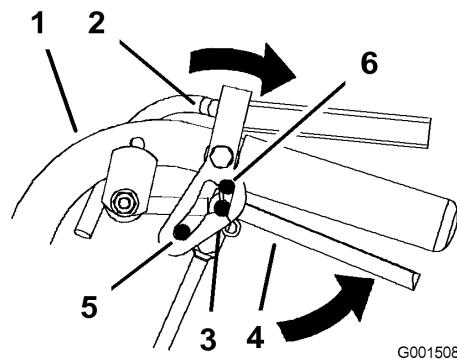

Figure 9
- Placez les pouces sur la partie supérieure des verrous et ramenez-les en arrière (Figure 9).